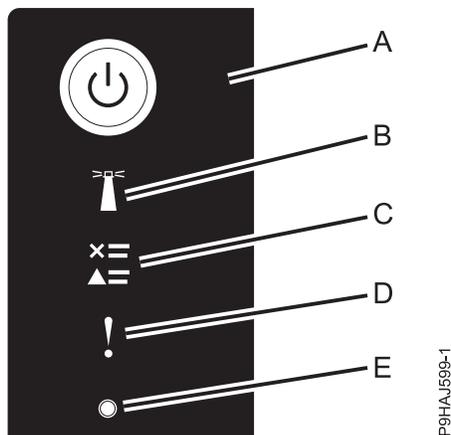

Figura 35. LEDs do Painel de Controle
3. Pressione o botão power (**A**) no painel de controle, conforme mostrado na Figura 35.